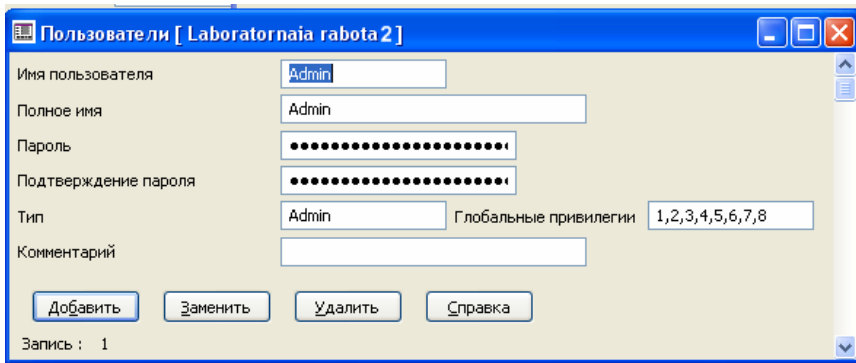

Рис. 3.7. Создание пользователя
7. Если алармы работают успешно, то завершите выполнение проекта. Добавьте учетную запись «Admin». Команда в редакторе Citect «Система – Пользователи» (см. рис. 3.7). Используя раздел «Помощь» Citect, выясните, что такое «Глобальные привилегии»; занесите в отчет таблицу с их полномочиями.